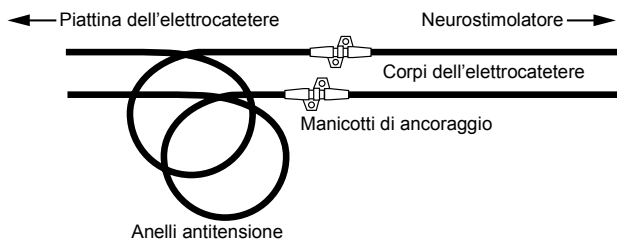

Figura 6. Anelli antitensione creati con i corpi dell'elettrocatetere (senza guaine dei connettori).
1. Mantenendo invariata la posizione dell'elettrocattetero, creare un anello antitensione con ciascuno dei corpi dell'elettrocattetero arrotolando i corpi dell'elettrocattetero in prossimità della piattina dell'elettrocattetero (Figura 6).